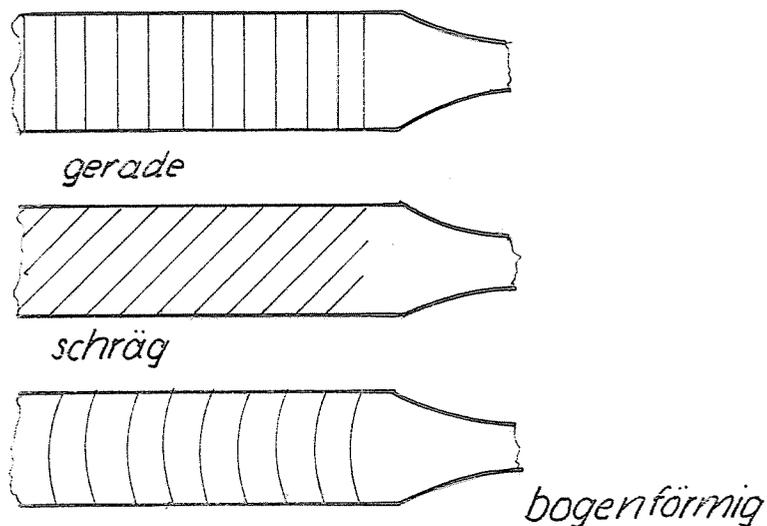

Abb. 41 Einhiebfeilen
- a) **Einhiebige Feilen** mit gerader, schräger oder bogenförmiger Hiebanordnung, die vorwiegend für die Bearbeitung weicher Werkstoffe (Zinn, Zink, Blei, Aluminium usw.) benutzt werden. Sie sind auch als Säge- oder Schärffeilen gebräuchlich (Abb. 41).